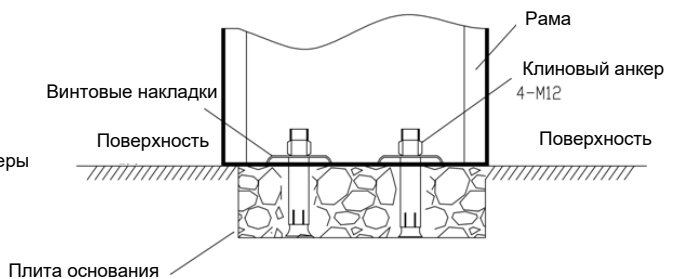

Рис. 2-3
- 3) Установите винтовые накладки и с помощью гаечного ключа затяните гайки, как показано на Рис. 2-3.